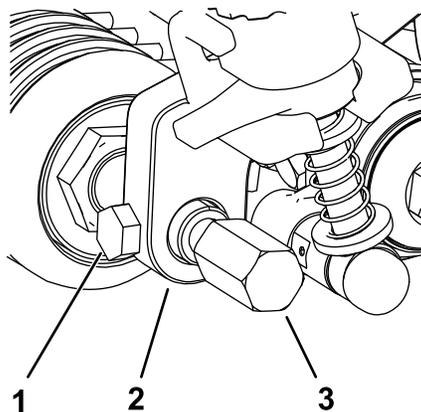

Figura 24
5. Insira e centre o eixo do rolo frontal entre os suportes da altura de corte e encaixe-o, fixando-o com os dois parafusos de montagem removidos dos antigos suportes da altura de corte (Figura 24).
6. Instale os resguardos do rastelo a cada um dos lados do eixo do rolo frontal (Figura 24).